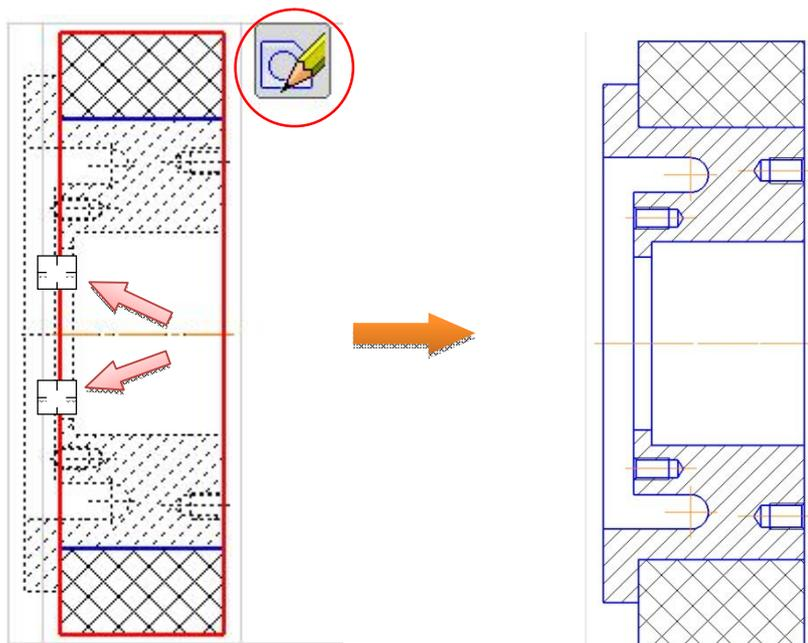

Рис. 2.22. Итог редактирования чертежа «Колесо»
- Нажмите на кнопку «Выйти из режима редактирования макроэлемента»  в правом верхнем углу чертежа (рис. 2.22).